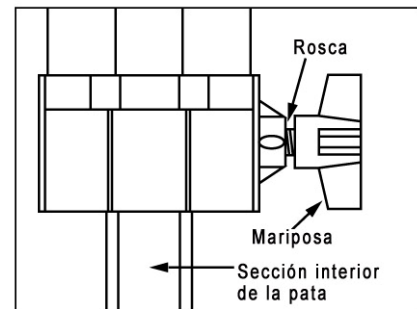

Fig. 1f: Aseguramiento de patas del trípode.
- Las tres perillas (**43**) han sido removidas de la sección inferior de las patas del trípode para evitar que se dañe en transporte. Para instalarlas, atornille cada una en la perforación roscada localizada al lado derecho de cada pata (vea la **Fig. 1f**) en la parte inferior de cada pata. Apriete la perilla de con fuerza media para evitar daño al trípode (no aplique demasiada fuerza).